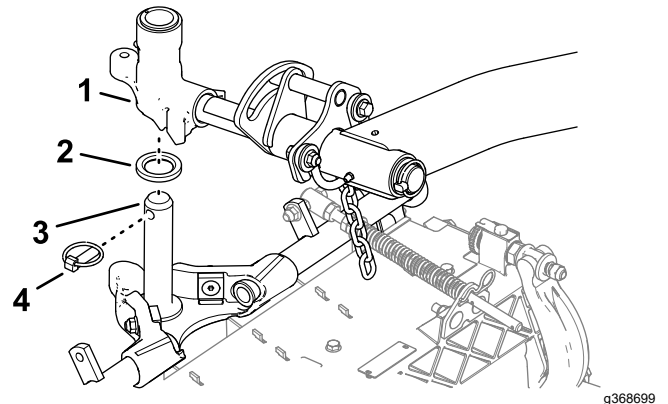

Figura 27
1. Deslice una unidad de corte debajo del brazo de elevación (Figura 27).